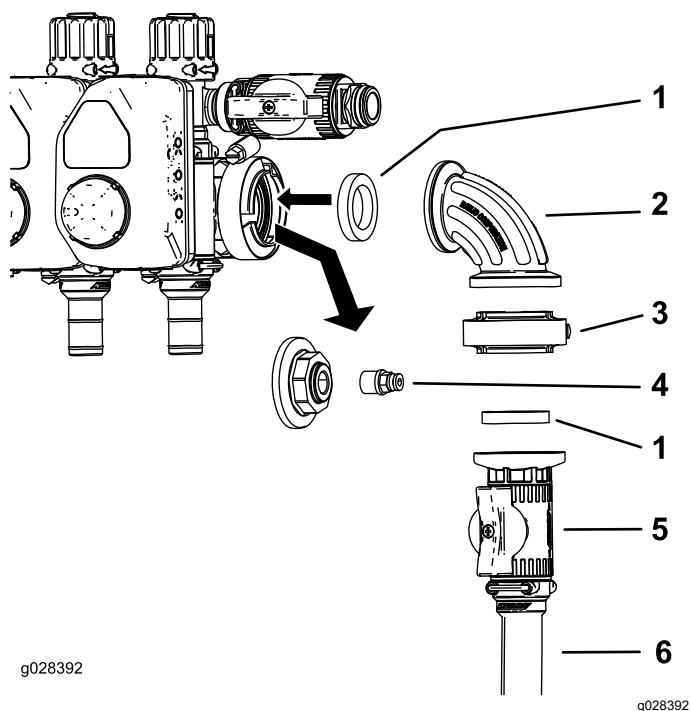
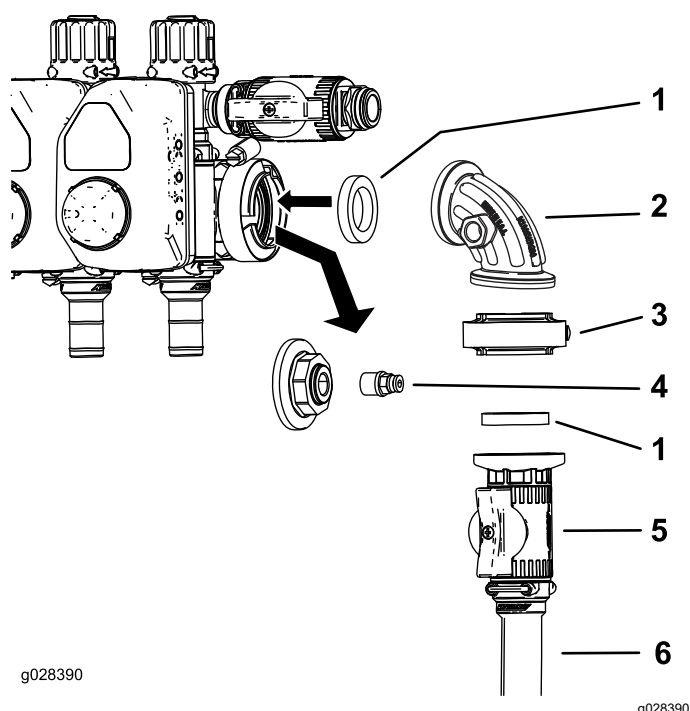

図 7
図 8
1. 水圧ゲージポートにエンドキャップとカップラを固定しているフランジクランプを外す 図 7 または 図 8。
2. エンドキャップからカップラを外す 図 7 と 図 8。
3. 制御バルブアセンブリを 図 7 または 図 8 のように取り付ける。
4. 90度フィッティングの空いているポートにカップラを取り付ける 図 7 または 図 8。
注 マルチプロ 1750 と WM の 90 フィッティングの側面についているポートは 図 7 では前側にありません 図示していません。
5. ホースクランプを使って、ホースリール給液ホースを、制御バルブに取り付ける 図 7 または 図 8。